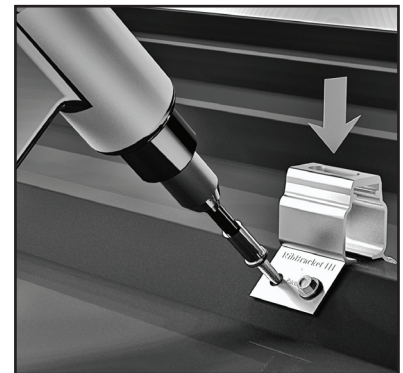

Fig. 3 Instale los tornillos
3. Fije el RibBracket directamente en la parte superior del perfil del techo introduciendo los elementos de fijación incluidos en los cuatro orificios preperforados. Para conseguir una resistencia probada, fije el RibBracket utilizando las cuatro ubicaciones de los orificios preperforados. Introduzca el tornillo hasta que quede apretado y la arandela esté firmemente asentada (**Fig. 3**). No apriete demasiado los sujetadores; una ligera extrusión de goma alrededor de la arandela es una buena comprobación visual del ajuste.